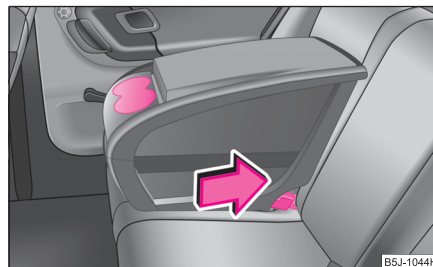

Abb. 78 Ablagebox
- Schieben Sie die Befestigungsarme der Ablagebox in die Halteösen des Befestigungshalters, bis sie hörbar einrasten ⇒ Abb. 78.